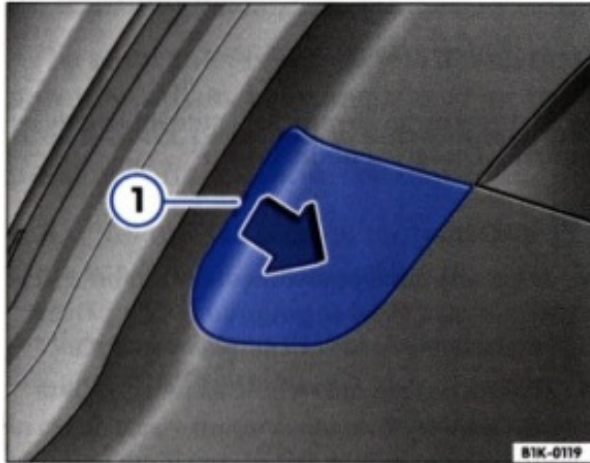

Fig. 39 Scoaterea capacului
- Introduceți capătul plat al șurubelniței în adâncitura ⇒ fig. 39 ①.